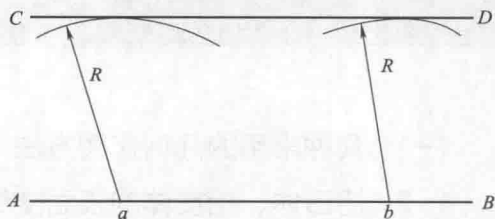

图 1-2 线段的平行线
- ① 如图 1-2，首先画一直线 AB ，在 AB 直线上任意取 a 、 b 两点为圆心，以任意 R 长为半径向同一侧画弧。
- ② 作两圆弧的公切线 CD ，则 CD 平行于 AB 。